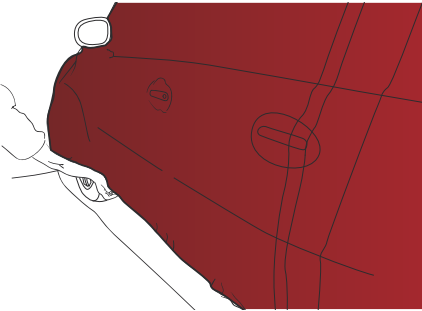

Abbildung 22
- › Nach dem Anbringen der Folie auf den Türgriffen ist diese bis zum unteren Rand der Karosserie zu spannen. (Abb. 22)